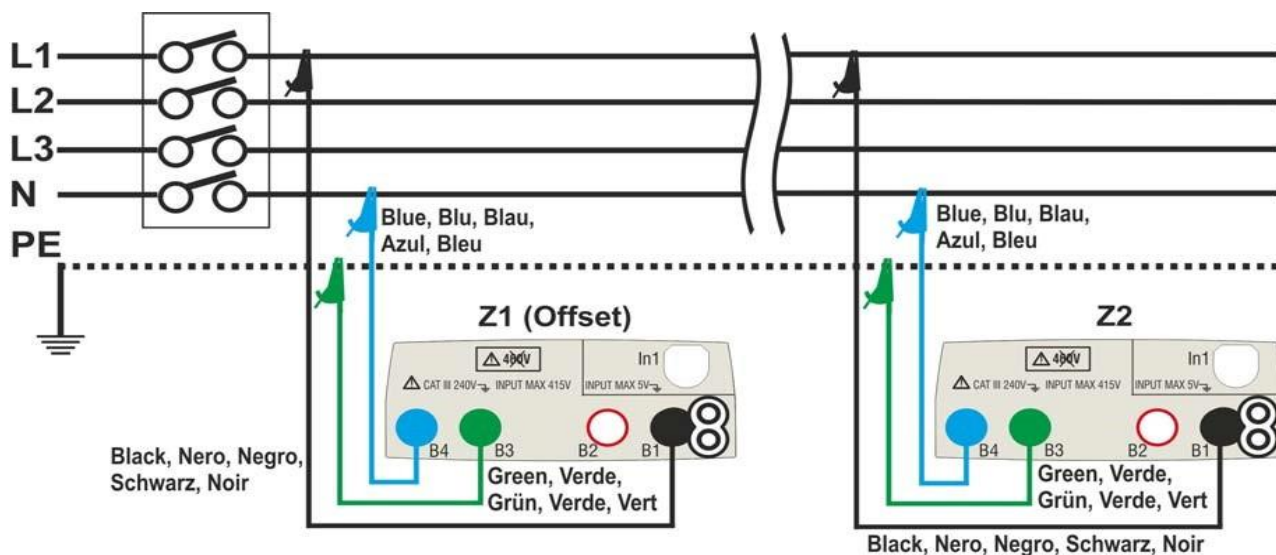
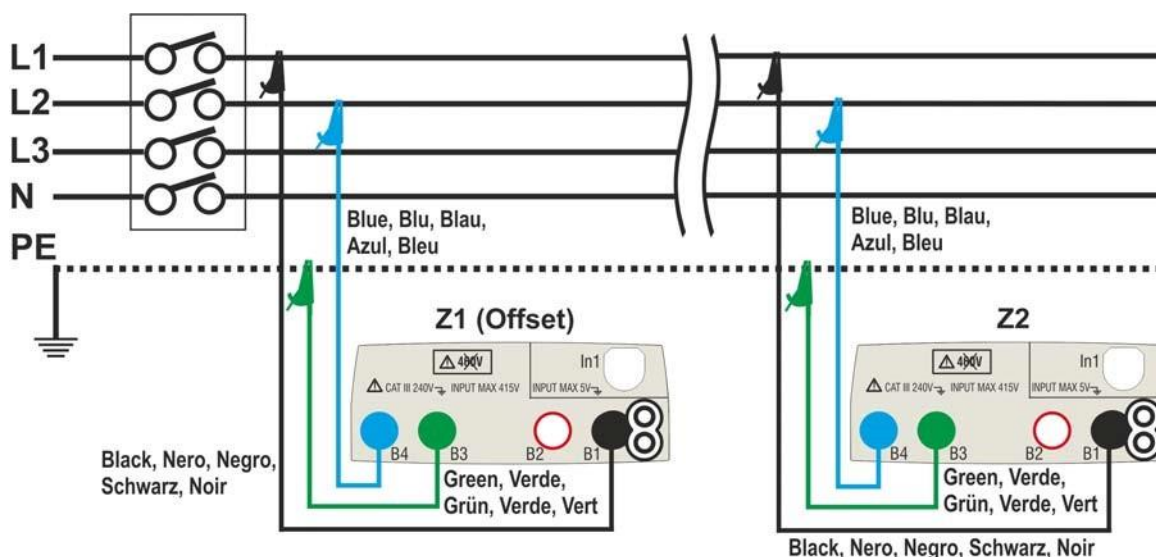

Bild 32: Anslutning av instrumentet för L-N-läge spänningsfallsmätning
Fig. 33: Anslutning av instrumentet för L-L-läge spänningsfallsmätning.
6. Gå till steg nr. 9 om värdet av Z1 (Offset) har ställts in manuellt. **Om värdet på Z1 (Offset) INTE har satts manuellt**, anslut instrumentet till startpunkten för huvudledningen som testas (vanligtvis nedströms en skyddsanordning) enligt Fig. 32 eller Fig. 33 för att utföra Den första **Z1 (Offset)** impedansmätningen. I det här fallet mäter instrumentet impedansen uppströms den initiala punkten hos huvudlinjen som testas med den som startreferens.
9. Anslut instrumentet till den sista punkten på huvudledningen som testas enligt Fig. 32 eller Fig. 33 för att mäta **Z2**-impedansen vid slutet av ledningen. Bilden till sidan visas. Observera det tidigare uppmätta **Z1 (Offset)** -värdet som visas